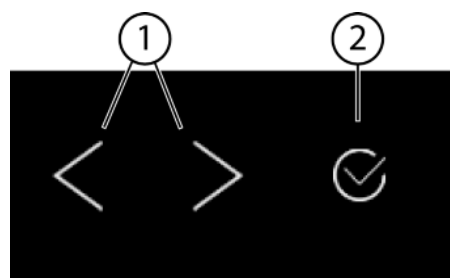
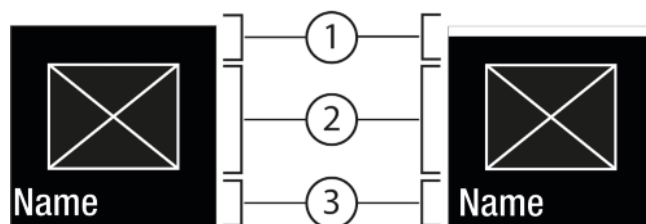
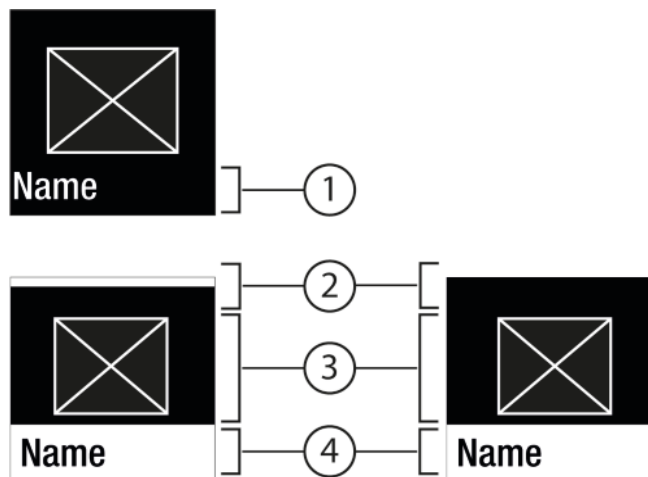

Fig. 5
Fig. 6
Fig. 7
- (1) Flèche de navigation vers la gauche / droite (2) Confirmer
#### Flèche de navigation vers la gauche / droite Fig. 5 (1) :
#### Confirmer Fig. 5 (2) :
- Naviguer avec la flèche de navigation vers la gauche / la droite Fig. 5 (1).
- Avec Confirmer Fig. 5 (2), activer / désactiver la fonction Fig. 6 (1) / le réglage Fig. 6 (1).
- Avec Confirmer Fig. 5 (2), appeler le sous-menu Fig. 7 (4).
- Régler une nouvelle valeur : Avec Confirmer Fig. 5 (2), sélectionner une valeur désactivée Fig. 6 (1).
- Retour au menu : Avec Confirmer Fig. 5 (2), sélectionner la valeur déjà activée Fig. 6 (2).
- ▶ Appuyer sur les flèches de navigation Fig. 5 (1) autant de fois que nécessaire jusqu'à ce que la s'affiche.
- ▶ Appuyer sur Confirmer Fig. 5 (2).
- ▶ Appuyer sur les flèches de navigation Fig. 5 (1) autant de fois que nécessaire jusqu'à ce que la fonction s'affiche.
- ▶ Sélectionner la valeur de réglage à l'aide des flèches de navigation Fig. 5 (1).
- ▷ Status : activé Fig. 6 (1) s'affiche brièvement dans le sous-menu Fig. 7 (4).
- ▶ Appuyer sur les flèches de navigation *Fig. 5 (1)* autant de fois que nécessaire jusqu'à ce que les réglages  s'affichent.
- ▶ Appuyer sur Confirmer *Fig. 5 (2)*.
- ▶ Appuyer sur les flèches de navigation *Fig. 5 (1)* autant de fois que nécessaire jusqu'à ce que le réglage souhaité s'affiche.